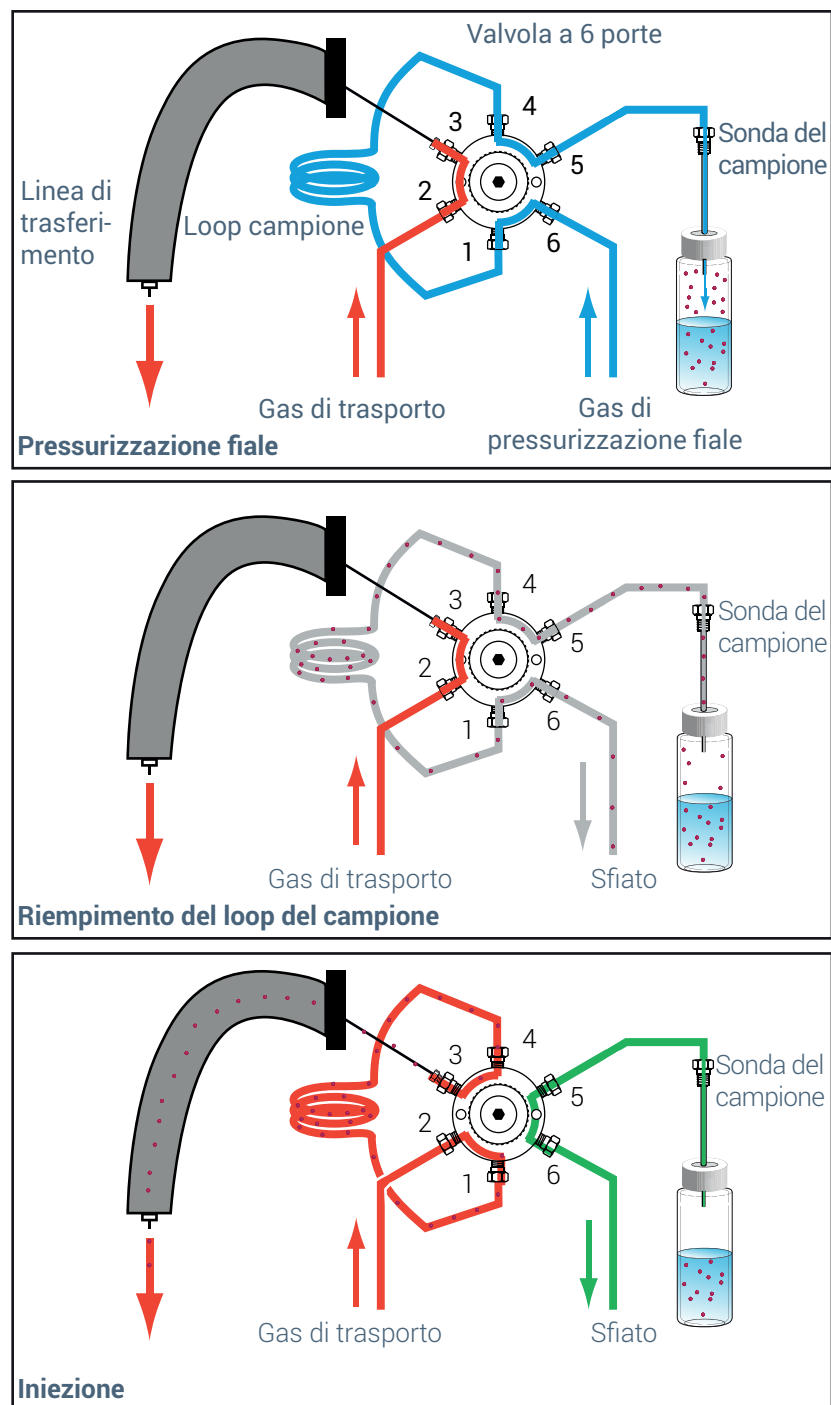

Figura 1. Fasi di campionamento e iniezione del sistema con valvola e loop
- 2 Il campionatore pressurizza la fiala con il gas. Vedere **Figura 1**.